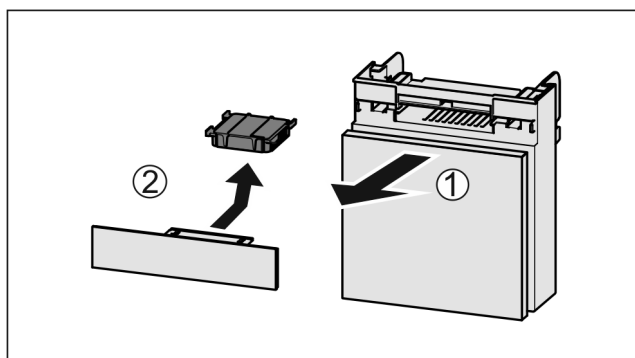

Fig. 123
- Extrageți Fig. 123 (1) compartimentul către înainte.
- Scoateți Fig. 123 (2) filtrul de cărbune activ.